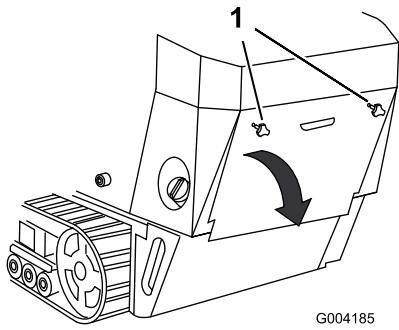

Bild 24
1. Schrauben Sie die 2 Handräder ab, mit denen die hintere Abdeckung an der Maschine befestigt ist (Bild 24).
2. Kippen Sie die hintere Abdeckung nach unten und nehmen Sie diese ab, um an die internen Bauteile heran zu kommen (Bild 24).